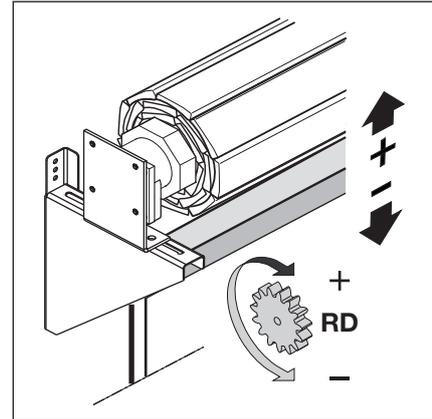

Abb. 6–37: Rändelschraube für die Endlage *Tor-Auf*
2. Im Totmannbetrieb *Tor-Auf/Tor-Zu* fahren und die rote Rändelschraube (RD) in + oder – Richtung drehen, bis der Antrieb abschaltet und damit die Endlage *Tor-Auf* festlegt (siehe Abb. 6–37).